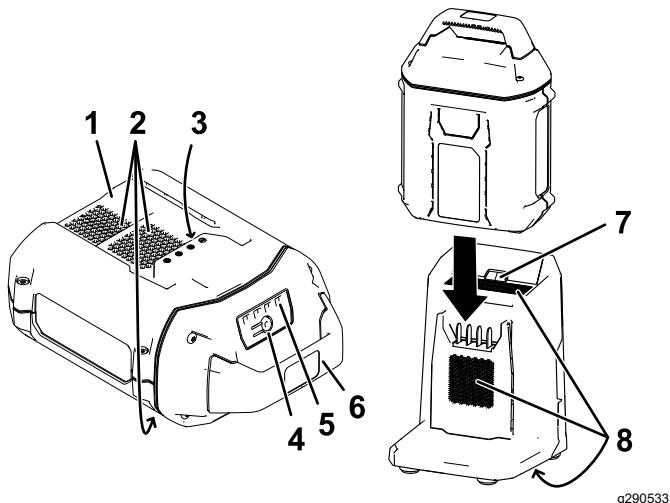

Рисунок 13
- Совместите выемку на аккумуляторной батарее (Рисунок 13) с выступом на зарядном устройстве.
- Вставьте аккумуляторную батарею в зарядное устройство до полной посадки (Рисунок 13).